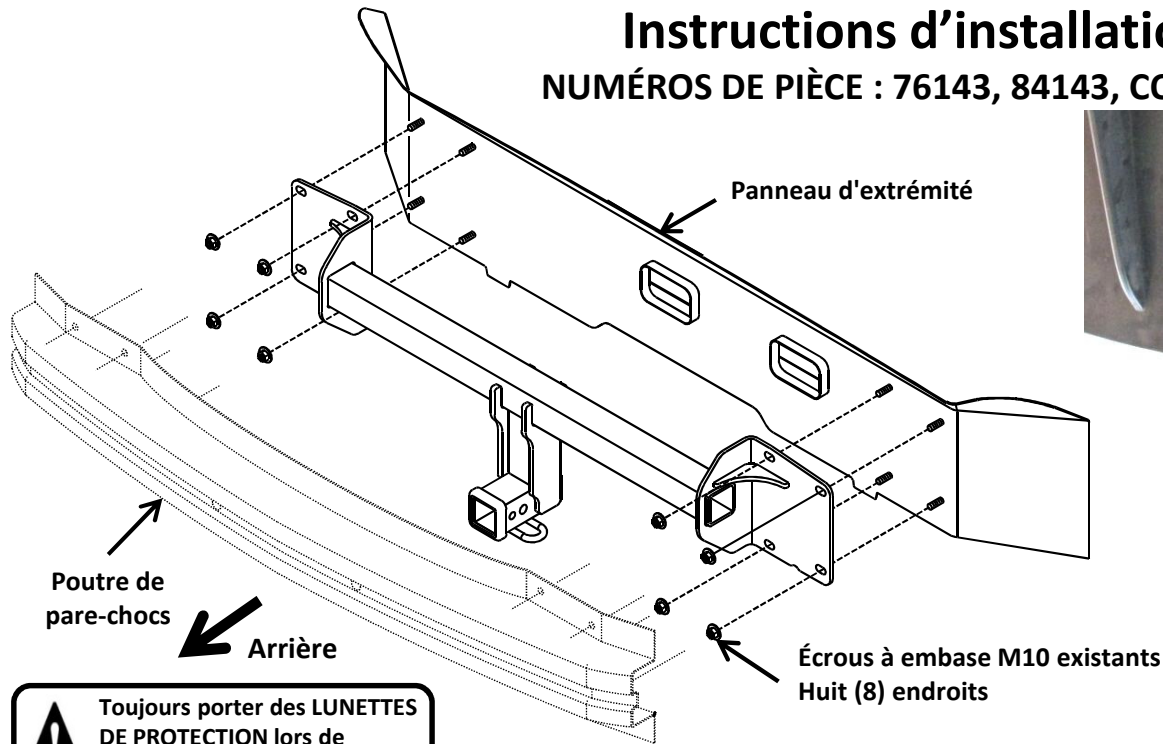

Figure 1
- Installer l'attelage**– Soulever l'attelage en position en alignant ses trous sur ceux des goujons du panneau d'extrémité. Reposer lâchement les huit (8) écrous à embase existants sur les goujons de pare-chocs, quatre (4) par côté. Voir la Figure 1.
6. **Installer l'attelage**– Soulever l'attelage en position en alignant ses trous sur ceux des goujons du panneau d'extrémité. Reposer lâchement les huit (8) écrous à embase existants sur les goujons de pare-chocs, quatre (4) par côté. Voir la Figure 1.